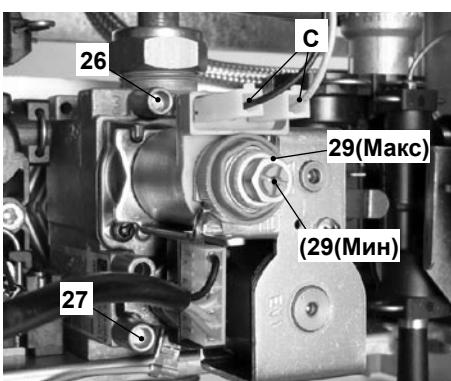

рис. 7.5
- При выключенном котле (не работающем) проверьте давление газа на входе, используя штуцер 27 (рис. 7.5), и сравните это значение со значениями, приведенными в таблице Давление газа питания в разделе «Технические данные» на стр. 18 .
- Плотно закройте контрольный штуцер давления 27 (рис. 7.5)
- Откройте штуцер давления 26 (рис. 7.5) на выходе газового клапана и подключите газовый манометр
- Полностью откройте кран горячей воды, чтобы котел включился на максимальную мощность. Сравните измеренное давление со значениями на рис. 7.3. Чтобы отрегулировать максимальное давление на горелке, вращайте гайку 29 (max) на модуляторе рис. 7.5 (по часовой стрелке давление увеличивается).
- Отсоедините один из двух проводов модулятора "С" (рис. 7.5). Следите за тем, чтобы он не касался металлической поверхности котла.
- Сравните значение измеренного давления со значением на рис. 7.4. Чтобы отрегулировать минимальное давление на горелке, вращайте пластиковый винт 29 (min), рис. 7.5, удерживая латунную гайку от смещения. По часовой стрелке давление увеличивается.
- Откройте штуцер давления на выходе газового клапана (26 на рис. 7.5), и подключите проверочный манометр.